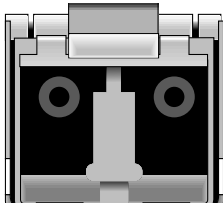

FIGURE 5-3 Prise duplex à l'extrémité d'un connecteur SFP.
2. **Branchez une extrémité du câble Fibre Channel à une prise duplex à l'extrémité du connecteur SFP, comme indiqué dans la FIGURE 5-3.**